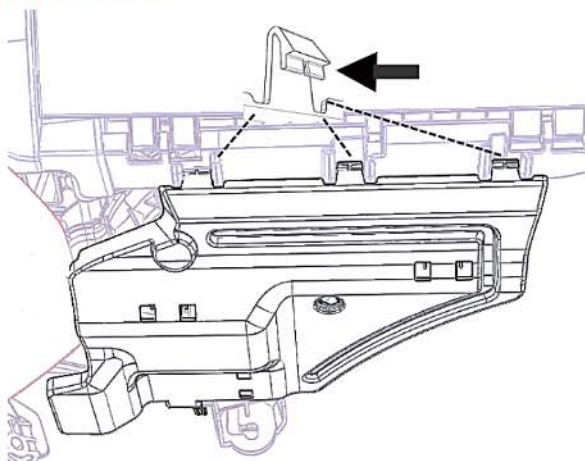

图 1-20 仪表板左/右下隔音板总成结构示意图
(1) 用一字螺丝刀沿图 1-20 箭头所指方向用力按压，同时将卡脚向下拉而脱出卡扣孔；
(2) 下拉隔音板，将所有卡扣拉出，拔掉脚部照明灯线束接插件，即可取下右下隔音板。
(1) 确保 10 个塑料卡扣安装在相应位置 (详见图 1-20);
(2) 产品沿水平方向靠近仪表板上本体, 接上线束接插件;
(4) 将产品各卡脚对准仪表板上本体安装孔, 轻拍各装配处至装配牢靠, 外观配合完好。